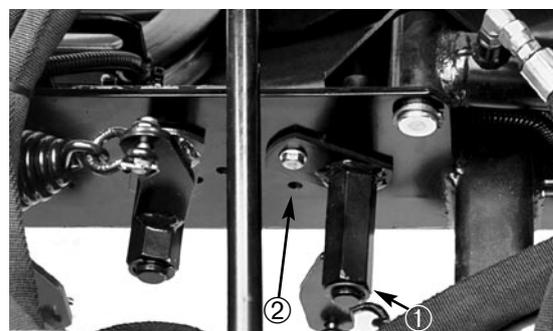

Fig. 20
1. Allentare le viti mordenti che fissano l'albero di comando al motore, e toglierle. Allentare le viti mordenti che fissano l'albero di comando alla trasmissione (Fig. 20), e togliere l'albero di comando.